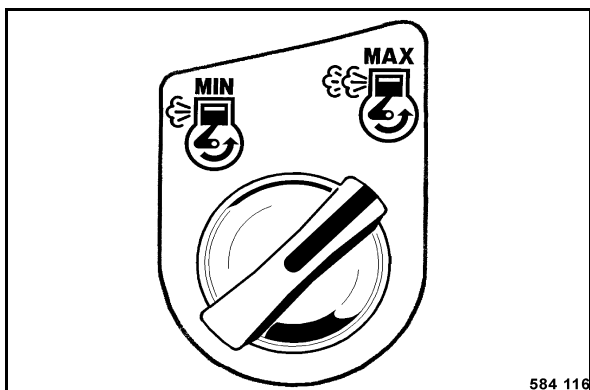

Fig. 56
- Tourner la touche rotative pour le régime du moteur vers la droite sur position "MAX" (Fig. 56).